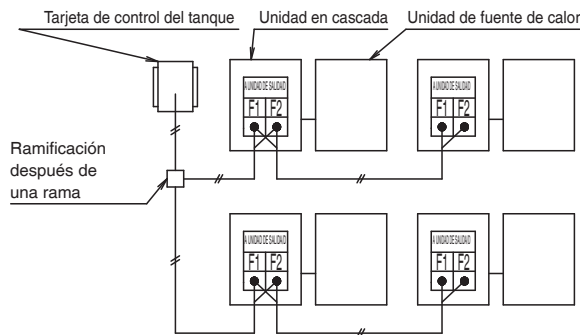

Fig. 20
- No es posible realizar una ramificación después de haber ramificado. (consulte la Fig. 20)